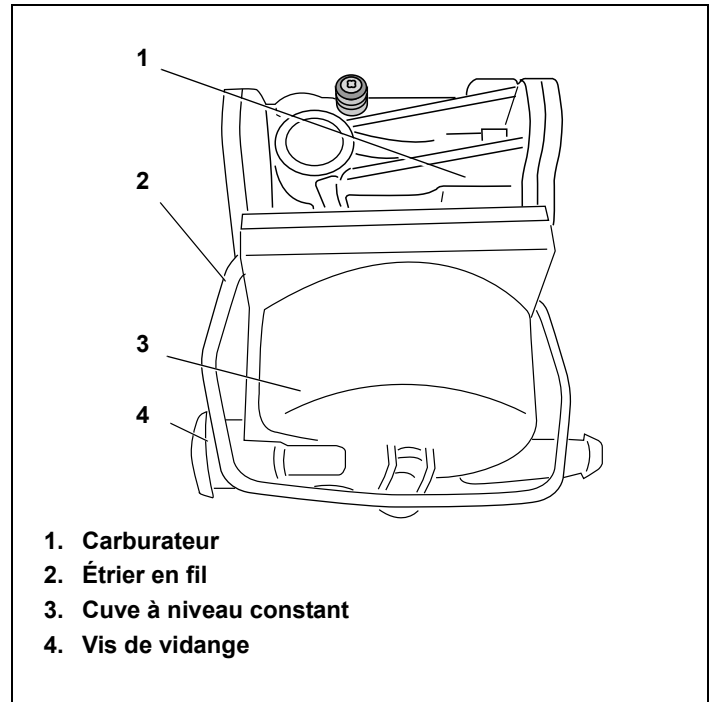

Figure 25. Carburateur série 7
2. Dévissez la vis de vidange. Voir la Figure 25.